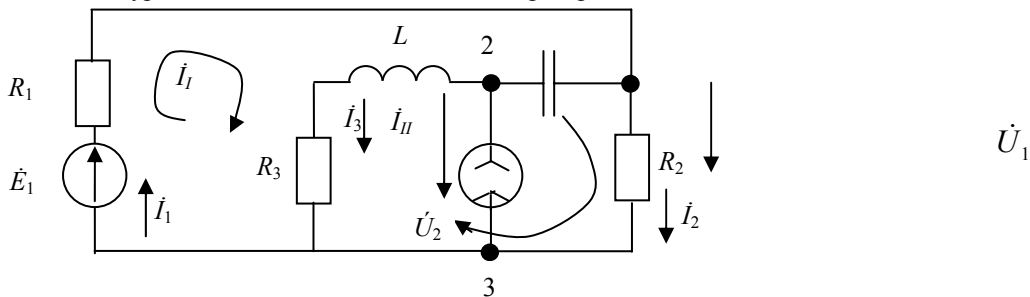

Рис. 3.6
3.1.6. В электрической цепи (рис. 3.6) известны  $\dot{E}_1 = 20$  В,  $R_1 = 500$  Ом,  $R_3 = 400$  Ом,  $X_L = 600$  Ом,  $X_C = 250$  Ом,  $\dot{I} = 40$  мА. Методом контурных токов найти токи в ветвях и проверить баланс мощностей.
Независимые контуры следует выбирать так, чтобы  $n$  контурных токов проходили по ветвям, не содержащим источника тока. Выберем направления контурных токов  $\dot{I}_I$  и  $\dot{I}_{II}$  и тока источника тока  $\dot{I}$ , как это показано на рис. 3.6.